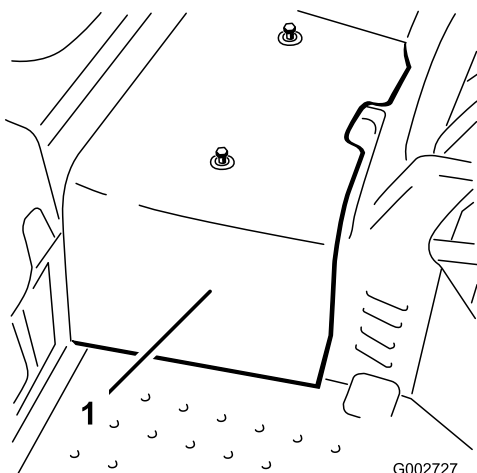

Figura 33
2. Allentate le 2 viti che fissano la protezione centrale alla macchina, e togliete la protezione (Figura 33).